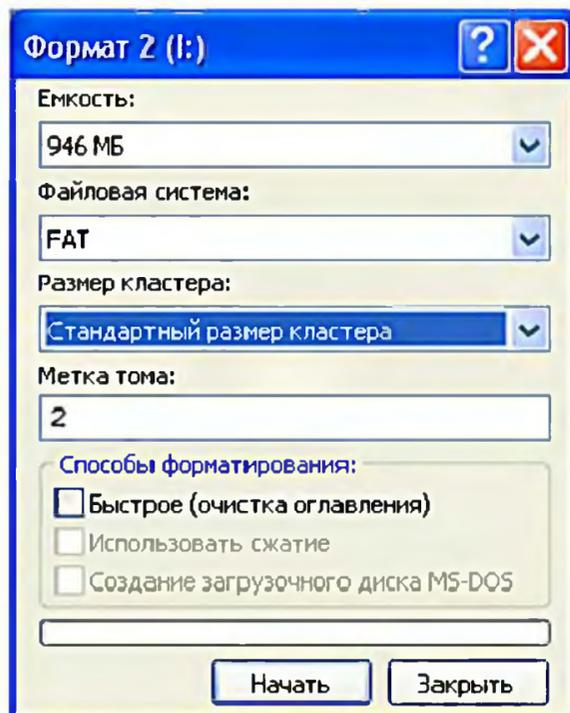

Рис. 55
4) Карту памяти при необходимости можно отформатировать в системах FAT16 или FAT32 в смартфоне: «Приложения-Диспетчер файлов-Форматировать» или в компьютере: «Проводник-<выделить диск с картой памяти>-<открыть правой кнопкой мыши закладку «Форматировать»>-<выбрать «FAT32» или «FAT» для FAT16 (**рис. 55**)>-Начать». Существуют также бесплатные программы для форматирования дисков: «Panasonic SDFormatter» (<http://panasonic.jp/support/global/cs/sd/download/index.html>), «HP USB Disk Storage Format Tool» (<http://www.ukrsoft.kiev.ua/utility/3933-hp-usb-disk-storage-format-tool-223-rus-eng.html>), «VAIOSoft Recovery Manager» (<http://vaiosoft-recovery-manager.software.informer.com/>).